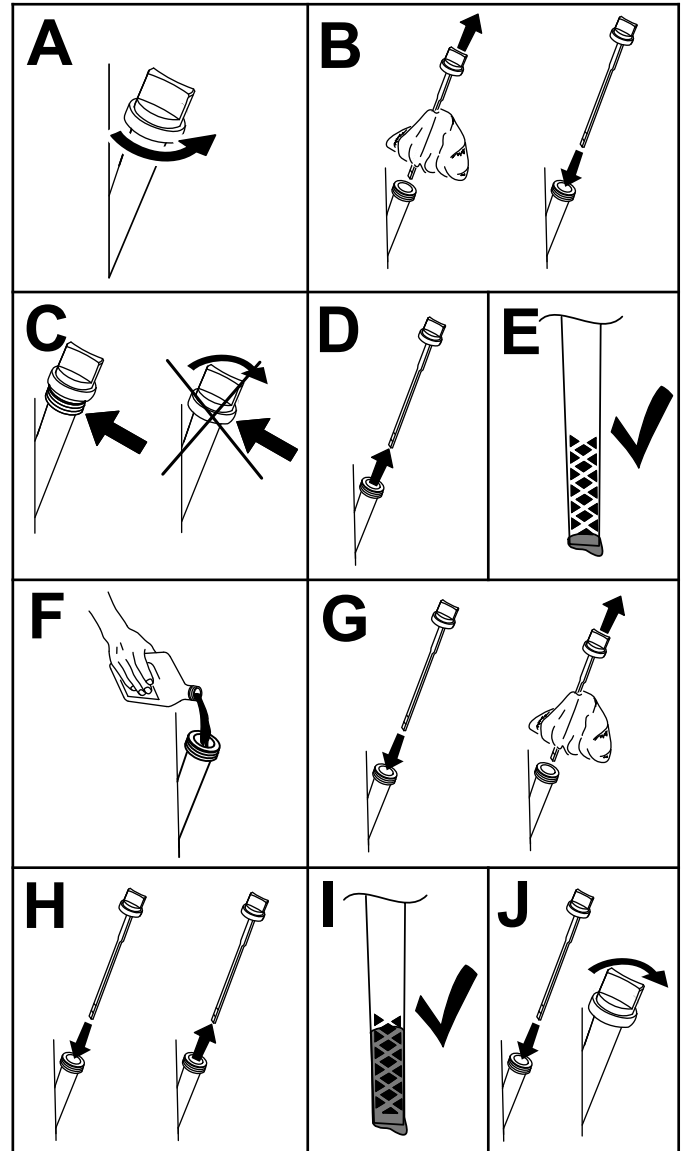

Figure 17
3. Contrôlez le niveau d'huile moteur, comme montré à la Figure 17.